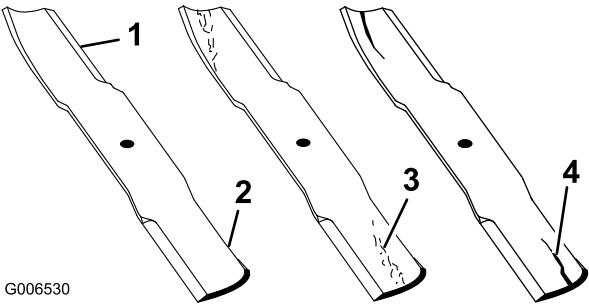

Figure 74
1. Examinez le tranchant des lames (Figure 74). Si les lames ne sont pas tranchantes ou si elles présentent des indentations, déposez-les et aiguisez-les (voir Aiguisage des lames).
2. Inspectez les lames, surtout la partie relevée (Figure 74). Remplacez immédiatement toute lame endommagée, usée ou qui présente une entaille (Figure 74).